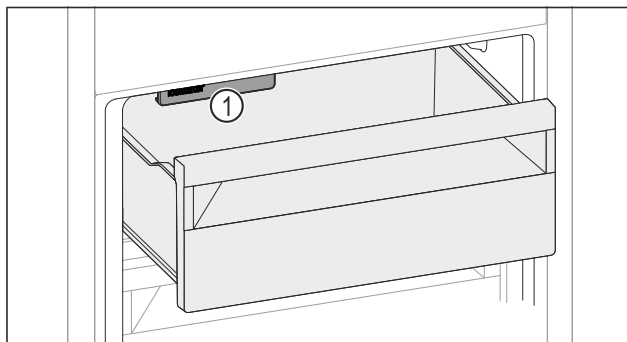

Fig. 115
- ▶ Dávejte pozor na IceMaker Fig. 115 (1).